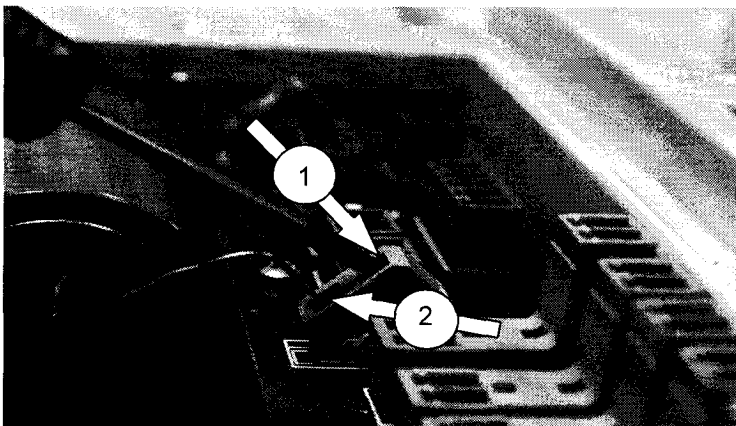

Рисунок 10.1 – Операции при смене батареи. 1 – вставить отвертку в паз и ослабить крепление зажима вывода батареи; 2 – вынуть вывод батареи.
- с помощью тонкой отвертки ослабить крепления зажима выводов батареи и вынуть батарею (см. рисунок 10.1);